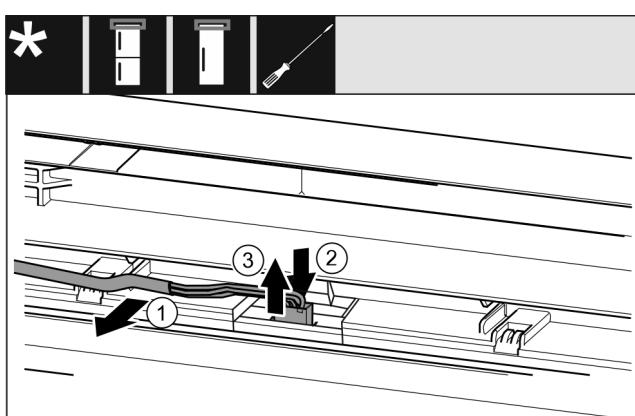

Fig. 7
- ▶ Oprezno odvojite sivi kabel iz vodilice u vratima. Fig. 7 (1)
- ▶ Pritisnite spojnicu iza utikača prema natrag. Fig. 7 (2)
- ▶ Oprezno izvucite utikač prema gore. Fig. 7 (3)